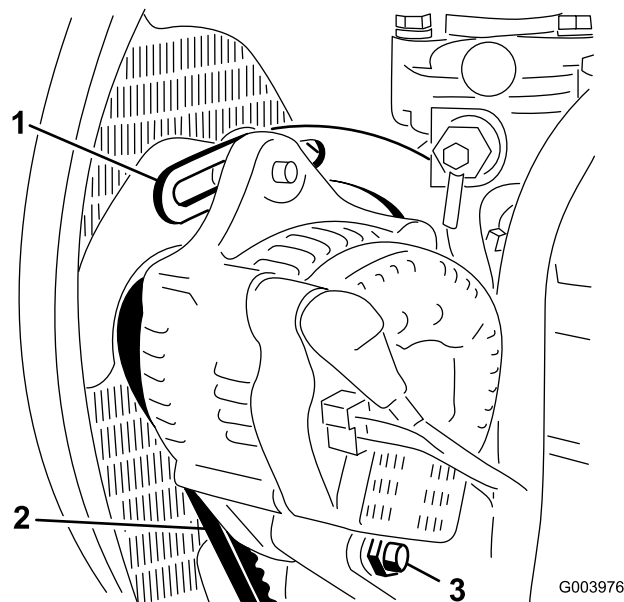

Figura 67
2. Compruebe la tensión de la correa del alternador presionándola (Figura 67) en el punto intermedio entre las poleas del alternador y del cigüeñal con una fuerza de 10 kg (22 libras).
3. Afloje el perno que fija el tirante al motor (Figura 67), el perno que fija el alternador al tirante y el perno de pivote.